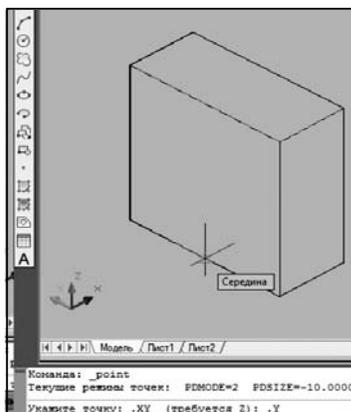

Рис. 2.5. Задание точки на оси Y с помощью фильтра .У
4. Аналогично выбрать п.3 фильтра .У и сразу указать точку вдоль оси Y, используя объектную привязку, например, середину ребра (рис. 2.5).